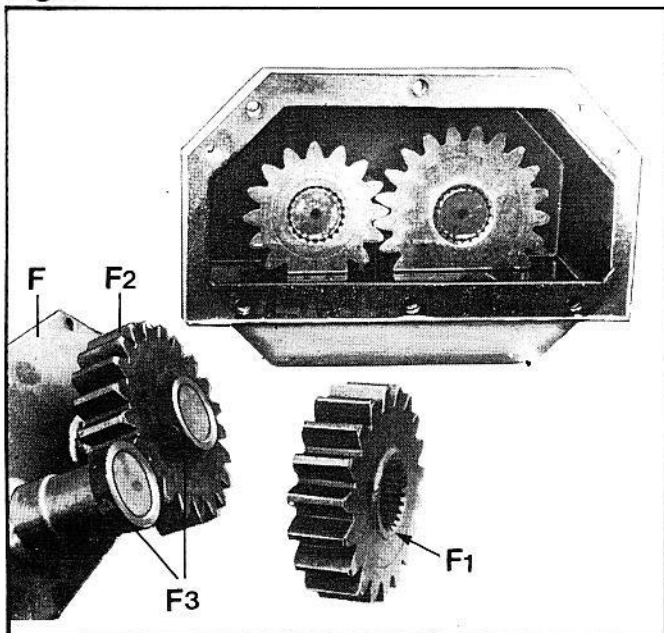

Fig.5
Deckel (F) abnehmen - auf Deckeldichtung und Wellendichtring (Zapfwellendurchtrieb) achten. Die Zahnräder mit dem Nabenvorsprung (siehe F1, Fig. 5) nach vorn - zum Lager - einsetzen.
Einfüllen läßt sich das Öl gut durch die hintere Getriebeöffnung - Deckel **F** abnehmen (Fig. 5).